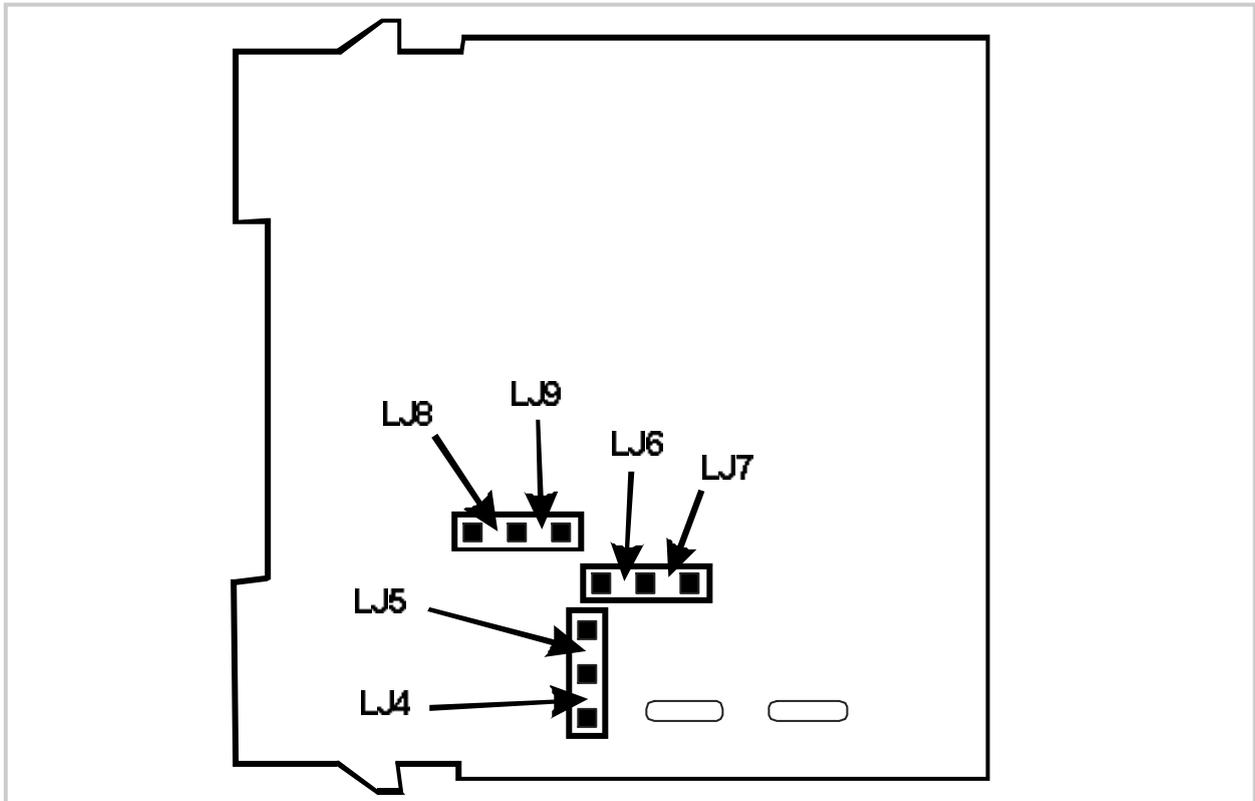

Abb.: 2-7 Netzteilplatine -  $\frac{1}{4}$ -DIN &  $\frac{1}{8}$ -DIN Regler
4. DC-Linearausgang-Optionsplatine (Steckbrücken siehe Abb.: 2-7)